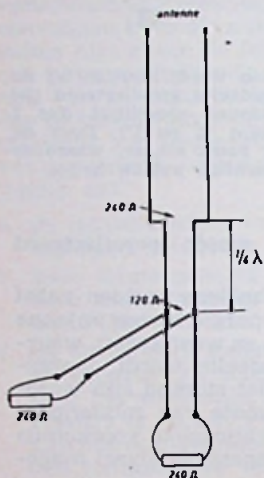

Fig. 7 - Aanpassing d.m.v. $\frac{1}{4} \lambda$ -transformator. Verzwakking 3 db. Slechts geschikt voor smalle band.
h. Aanpassing d.m.v. kwart-golf transformator (fig. 7)